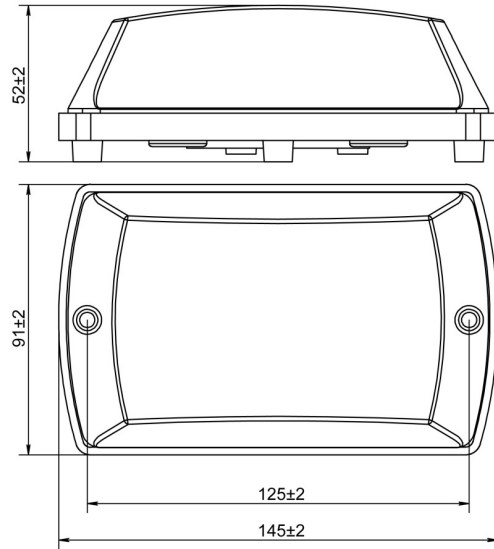

Рисунок 1
- провести розмітку кріплення (рисунок 1 додатку);